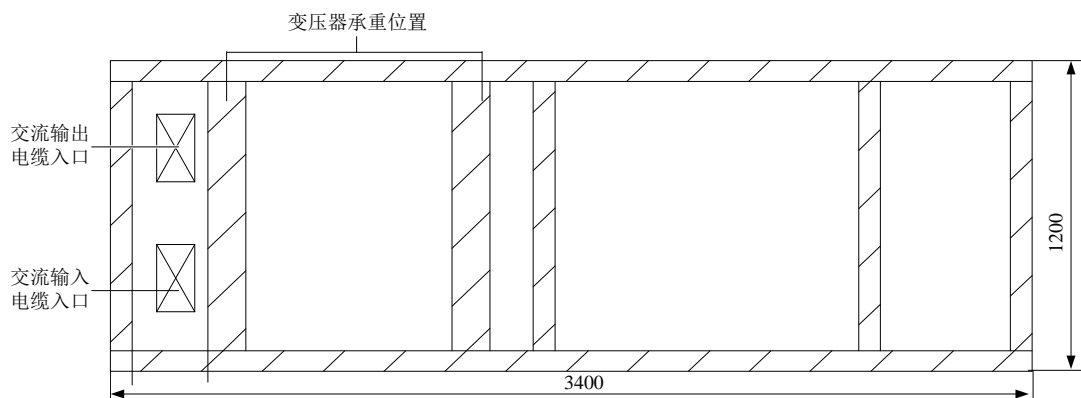

图2-3 6kV 地基安装轨承重图（俯视图，单位：mm）
6. 以 MegaVert-F0800-06/06B 为例，地基安装轨承重图如图 2-3 所示。有关承重图的更多信息，请参见安装维护文件。